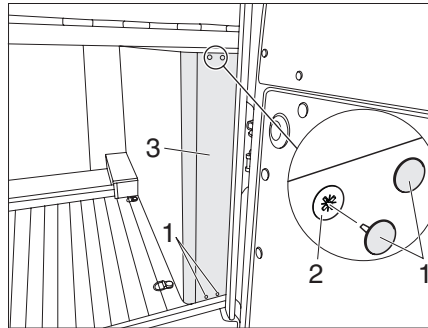

Bild 113 Blende im Fahrzeugheck
Um an die hinteren rechten Fahrzeugleuchten zu gelangen, muss vorher die Blende (Bild 113,3) gelöst werden.
- ▶ Vier Schraubenabdeckungen (Bild 113,1) abziehen.
- ▶ Vier Kreuzschlitzschrauben (Bild 113,2) herausdrehen.
- ▶ Blende (Bild 113,3) abnehmen. Die Fahrzeugleuchten sind jetzt zugänglich.